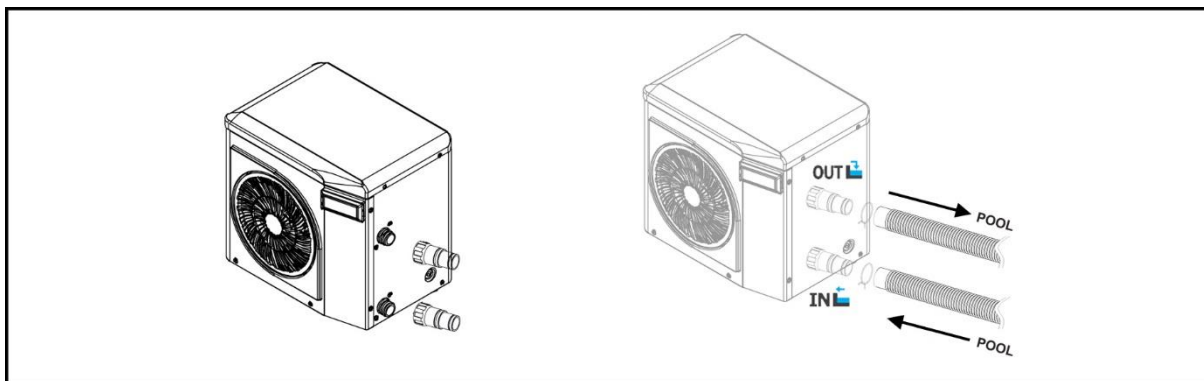

Fig. 4
- Ahora conecte la manguera de la piscina que viene de la bomba de circulación a la conexión inferior (IN).
- Conecte ahora la manguera de la piscina en dirección a la conexión superior (OUT) (fig. 4).